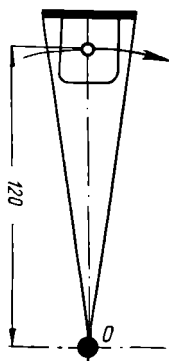

Bild 44
65. Ein Gewichtsstück, auf einer Platte frei stehend (Bild 44), wird um die waagerechte Achse O herumschwungen, so daß sein Schwerpunkt einen Kreis von 120 cm Halbmesser beschreibt. Wie hoch muß die minutliche Drehzahl mindestens gehalten werden, damit der Körper im höchsten Punkte seiner Kreisbahn nicht herabfällt?